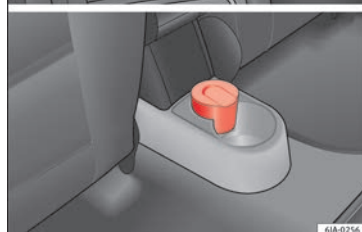

Abb. 153 Mittelkonsole: Aschenbecher vorne/ Aschenbecher hinten
- Nehmen Sie den Aschenbecher » **Abb. 153** nach oben heraus.